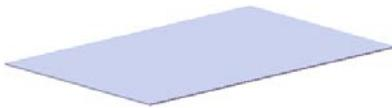
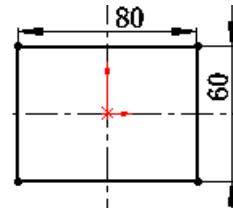

图 16.2.36 基体—法兰 1
图 16.2.37 横断面草图
Step2. 创建图 16.2.36 所示的钣金基础特征——基体—法兰 1。
(1) 选择命令。选择下拉菜单 **插入(I)** → **钣金(H)** → **基体法兰(B)...** 命令（或单击“钣金”工具栏上的“基体法兰/薄片”按钮 ）。
(2) 定义特征的横断面草图。
- ① 定义草图基准面。选取前视基准面作为草图基准面。
- ② 定义横断面草图。在草图环境中绘制图 16.2.37 所示的横断面草图。
- ③ 选择下拉菜单 **插入(I)** → **退出草图** 命令，退出草图环境，此时系统弹出“基体法兰”对话框。
- (3) 定义钣金参数属性。
- ① 定义钣金参数。在 **钣金参数(S)** 区域的 **厚度(T)** 文本框中输入厚度值 0.5。取消选中 **反向(E)** 复选框。
- ② 定义钣金折弯系数。在 **折弯系数(A)** 区域的下拉列表中选择 **K 因子**，把文本框 **K 因子** 改为 0.4。
- ③ 定义钣金自动切释放槽类型。在 **自动切释放槽(I)** 区域的下拉列表中选择 **矩形**，选中 **使用释放槽比例(A)** 复选框，在 **比例(T):** 文本框中输入比例系数 0.5。
(4) 单击  按钮，完成基体—法兰 1 的创建。